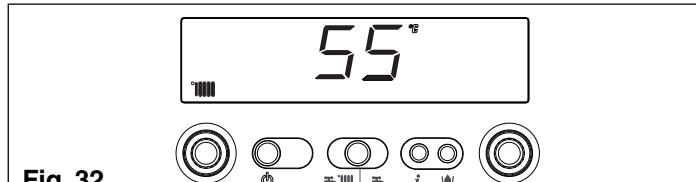

Fig. 32
**Info 3** visualiza la temperatura seleccionada en calefacción (fig. 32)